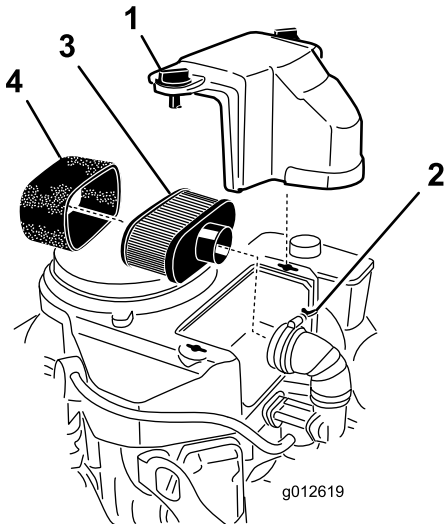

Figura 40
3. Limpie alrededor del limpiador de aire de forma que la suciedad no penetre en el motor y cause daños (Figura 40).
4. Desenrosque los pomos de la tapa y retire la tapa del limpiador de aire (Figura 40).
5. Desenrosque la abrazadera y retire el conjunto del limpiador de aire (Figura 40).
6. Retire cuidadosamente el elemento de gomaespuma del elemento de papel (Figura 40).
**Nota:** Si está muy sucio, cambie el elemento de papel por uno nuevo (Figura 40).
1. Deslice cuidadosamente el elemento de gomaespuma sobre el elemento de papel (Figura 40).
2. Coloque el conjunto del limpiador de aire sobre su base o manguera y sujételo con la abrazadera (Figura 40).
3. Coloque la cubierta del limpiador de aire y apriete el pomo de la cubierta (Figura 40).